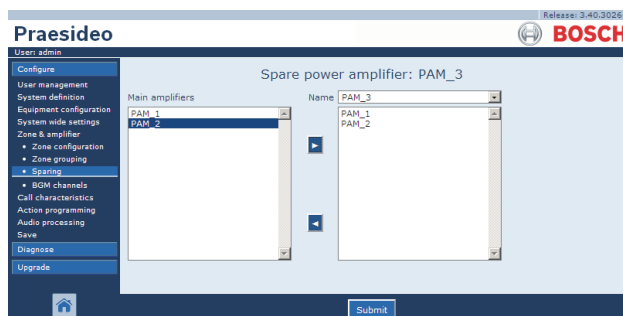

figure 46.14 : Affectation, étape 4
- 4 Double-cliquez sur l'amplificateur principal sélectionné ou cliquez sur le bouton > pour réaliser l'affectation. Un écran semblable à celui de la figure 46.14 s'affiche dans le cadre principal de l'interface Web.